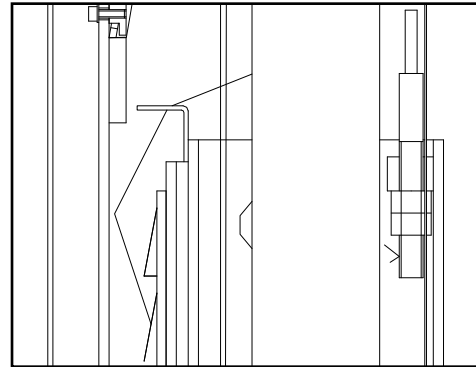

рис. 14
- ◆ Оба троса должны быть синхронизированы при подъеме и опускании (Рис.14)
- ◆ Если каретка поднимается на высоту, соответствующую допустимому значению, на верхней части стойки управления размещен датчик-ограничитель и он срабатывает как стоп (рис. 14) каретки стойки управления. Если первый датчик неисправен, второй датчик включается через 3 секунды после перемещения каретки.